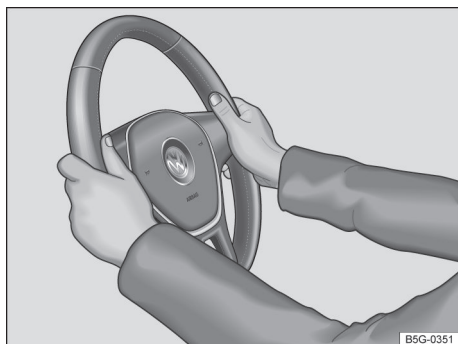

Fig. 58 No volante: posição 9 e 3 horas.
- Ajustar a posição do volante de forma que possa segurá-lo lateralmente pela borda externa *na posição de 9h e 3h* → Fig. 58 com ambas as mãos e os braços ligeiramente dobrados.
- Durante a condução, sempre segurar o volante com ambas as mãos lateralmente na borda externa *na posição de 9h e 3h* → Fig. 58, para reduzir ferimentos causados por um acionamento do airbag frontal do condutor.